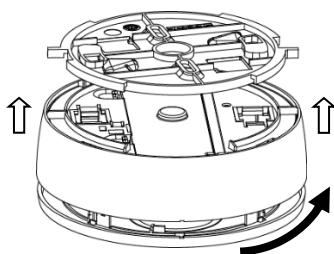

Figure 10
7. Connectez le détecteur au support de montage et faites pivoter le détecteur dans le sens des aiguilles d'une montre pour le fixer (*reportez-vous à la Figure 10*).